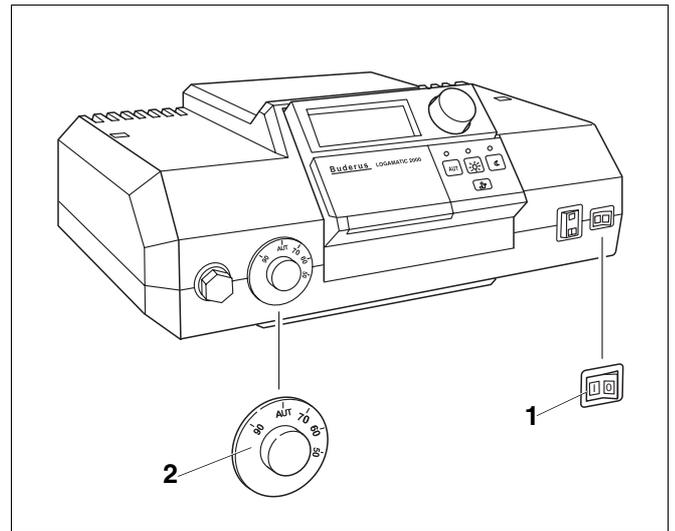
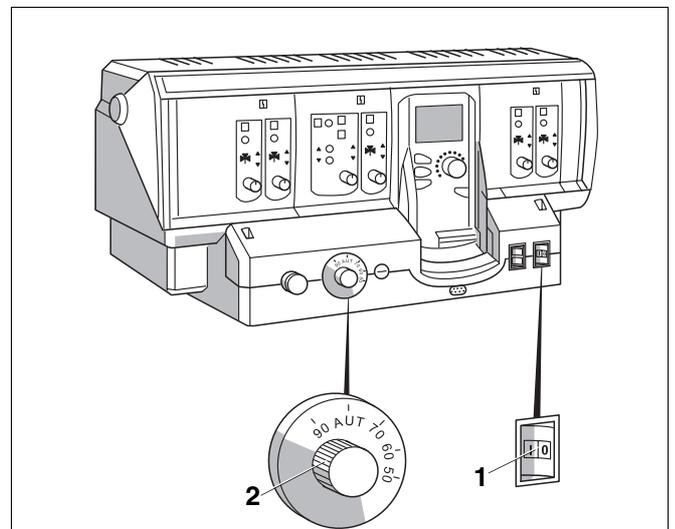

Abb. 25 Regelsystem Logamatic 2000
Abb. 26 Regelsystem Logamatic 4000
- Schalter Betrieb (Abb. 25, **Pos. 1** bzw. Abb. 26, **Pos. 1**) in Stellung „I“ (EIN) stellen.
- Kesselwasser-Temperaturregler (Abb. 25, **Pos. 2** bzw. Abb. 26, **Pos. 2**) auf „AUT“ stellen. Bei konstanter Regelung die gewünschte Temperatur (mind. 55 °C) einstellen.